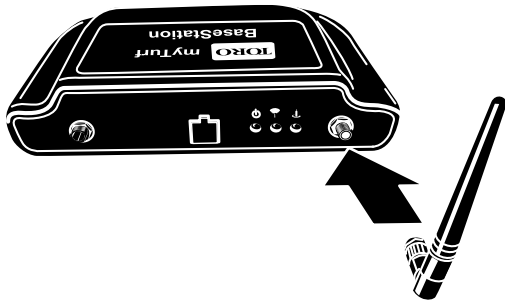

Figura 5
1. Con l'antenna a stilo in verticale, installate l'antenna a stilo sulla BaseStation (Figura 5).